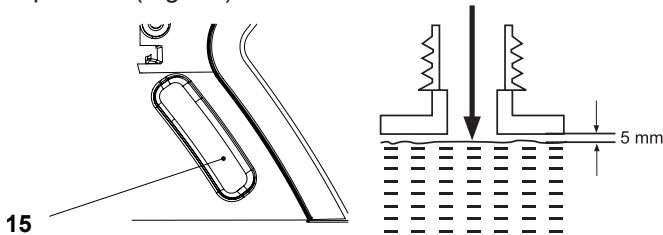

Fig. 10
4. No llene el aceite por debajo de la ventanilla de nivel de aceite (15), pero tampoco lo llene demasiado y/o deje aproximadamente 5 mm de espacio entre la parte superior del aceite y el borde interior del depósito para permitir la expansión (Fig. 10).
5. Compruebe la ventanilla del nivel de aceite (15) antes de la puesta en marcha y periódicamente durante el funcionamiento. Rellene el aceite cuando el nivel de aceite esté cerca de la parte inferior de la ventana de
nivel de aceite (15) (Fig. 10).
6. Limpie el lubricante derramado con un paño suave y vuelva a colocar el tapón del depósito de aceite (2).